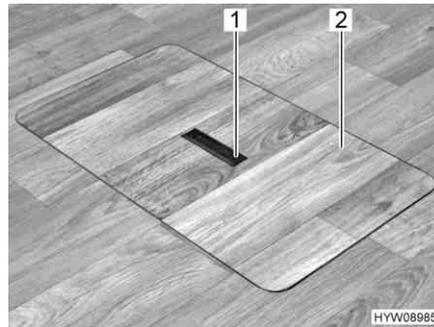
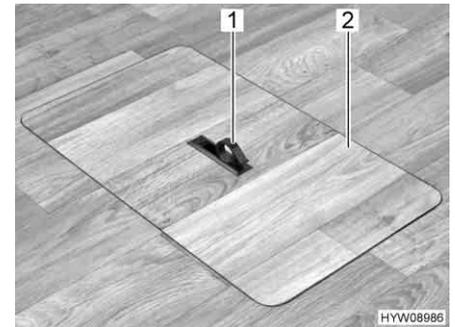

Fig. 21 Couvercle compartiment de rangement sous le plancher (poignée encastrée)
Fig. 22 Couvercle compartiment de rangement sous le plancher (poignée pivotée vers l'extérieur)
- Pousser la plaque de la poignée (Fig. 21,1) vers le bas d'un côté. La poignée (Fig. 22,1) pivote vers le haut.
- Retirer le couvercle (Fig. 22,2) par le haut.
- Mettre le couvercle (Fig. 22,2) en place dans le cadre découpé dans le plancher.